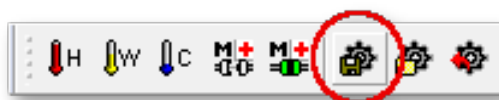

Рис. 23. Кнопка «Save current receiver configuration»
- Для сохранения новой конфигурации в энергонезависимую память модуля, нажмите кнопку  «Save current receiver configuration». Если конфигурация не будет сохранена, все внесённые изменения будут потеряны при выключении питания. Кнопка расположена на панели инструментов в верхней части окна основной программы (см. рис. 23).